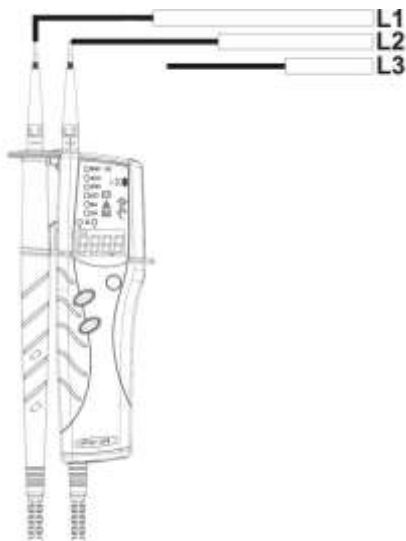

Рис.5.
2. Подключите измерительный щуп тестера **L1** к фазе L1 и изм. щуп **L2** к фазе L2 – при этом начнется тестирование трехфазной системы (рис.5).